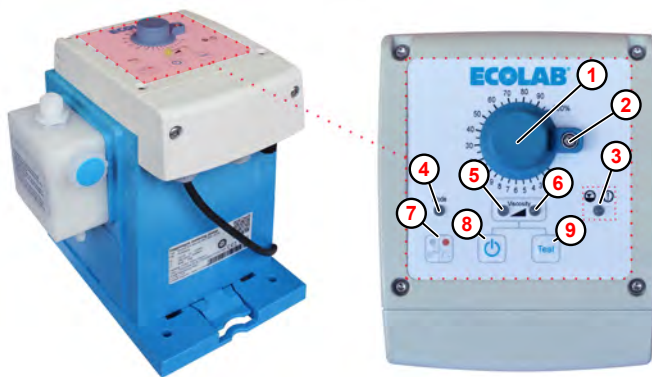

Fig. 15: Tasto accensione/spegnimento dell' «EcoUp»
1. ► La pompa viene accesa o spenta tramite il tasto On/Off  ( Fig. 15 , ⑧ ).
A seconda della modalità di dosaggio selezionata, il LED sinistro ( Fig. 15 , ⑤ , Viscosity low ) o il LED destro ( Fig. 15 , ⑥ , Viscosity high ) si accende o lampeggia.
1. ➤ Alla prima accensione, la pompa è impostata sulla modalità di funzionamento manuale, il LED della modalità di funzionamento ( Fig. 15 , ) è spento. La pompa si avvia subito dopo l'accensione, il LED dello stato operativo/modalità di dosaggio o si accende in verde.